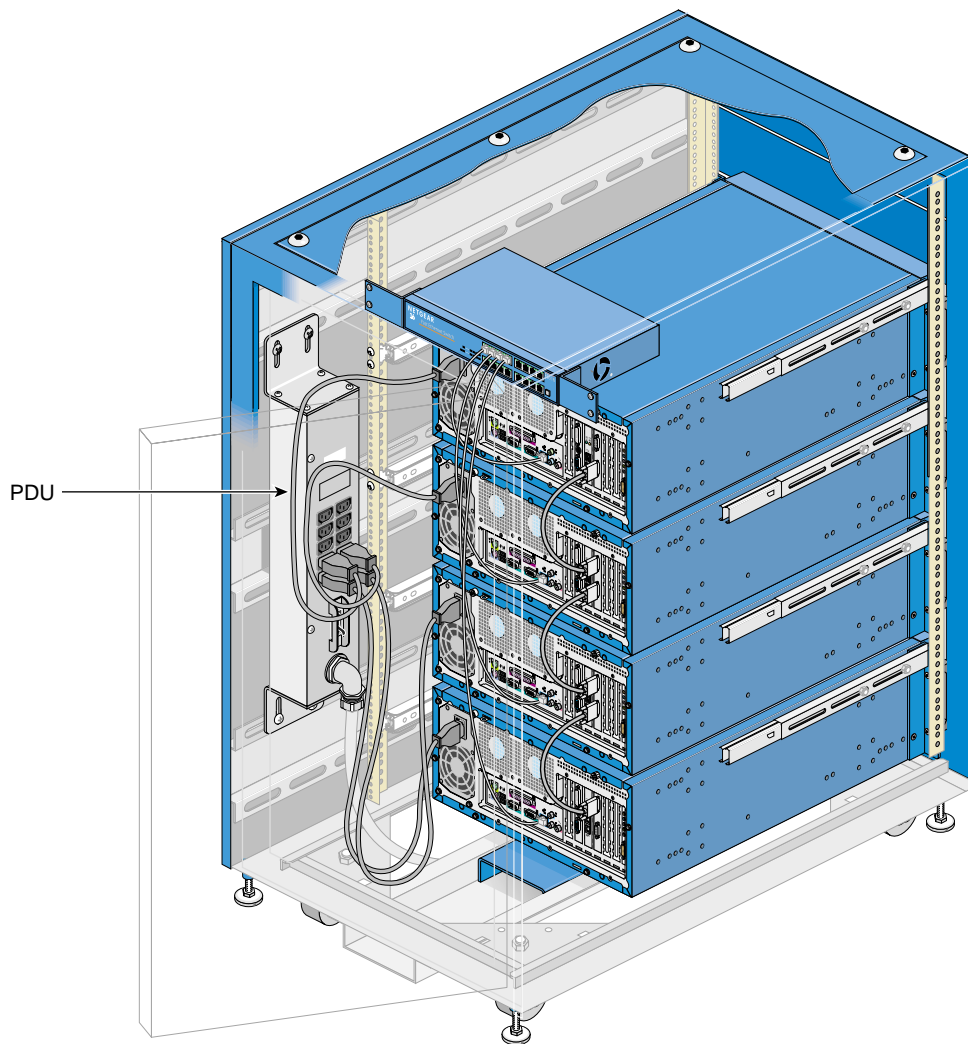

図1 ラック PDU およびノードケーブル
1. ラックの後部ドアを開きます。各ノードの電源コードがラックの配電ユニット (PDU) に接続されていることを確認します。図1を参照してください。
6. 回路ブレーカからラックPDUの電源を入れます。14ページの図1を参照してください。